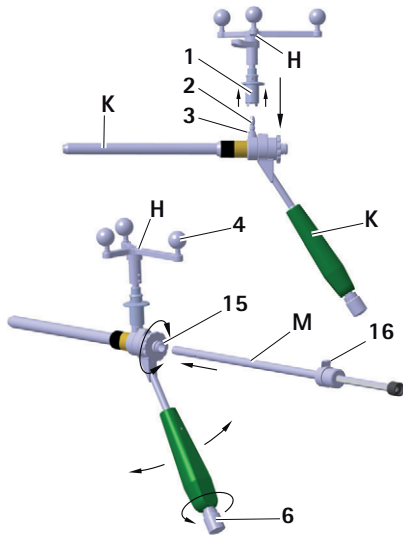

Abb. 13 Montage der Aesculap-Sterneinheit auf S⁴C-Führungshülse; Einsetzen der S⁴C-Bohrlehre
- Um eine uneingeschränkte Sicht der Kamera auf die reflektierenden Marker-Kugeln sicherzustellen, Knauf **6** am S⁴C-Handgriff der navigierten S⁴C-Führungshülse **K** aufdrehen und Aesculap-Sterneinheit **H** in die gewünschte Position drehen, siehe Abb. 13.
- Innenbohrhülse **M** auf die innere Hülse **15** schieben. Die innere Führungshülse rastet auf der inneren Hülse ein und bleibt drehbar, siehe Abb. 13.